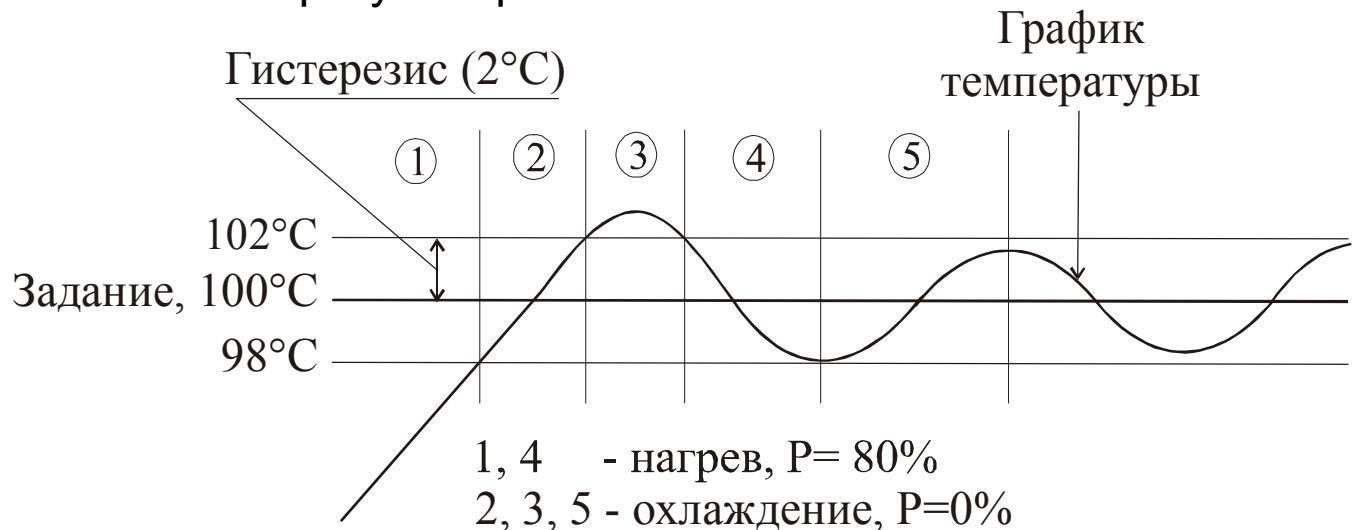

Рис. 4.2. Пример регулирования
4.4.1. Прибор использует 2-позиционный закон регулирования с опережающим регулированием и ШИМ-управлением мощностью. На рис. 4.2 показан пример регулирования в режиме управления нагревателем при заданном значении температуры 100°C , гистерезисе 2°C и ограничении мощности 80% . При включении регулятора (зона 1) начинается нагрев мощностью 80% от номинальной мощности нагрузки и продолжается до достижения температуры 98°C (температура задания минус гистерезис). Затем (зона 2) нагрев выключается, так как температура достигла зоны гистерезиса и продолжает расти. Температура растет еще некоторое время и может выйти за пределы зоны гистерезиса (зона 3). Когда температура перестанет расти и уменьшится до 102°C (температура задания плюс
4.4.2. Ограничение мощности (80% мощности в зонах 1, 4 на рис. 4.2) регулятор производит методом широтно-импульсной модуляции с периодом в 1 секунду, пропуская заданное число полупериодов сетевого напряжения. Для примера на рисунке 4.3. показана форма напряжения на нагрузке при значении мощности 3%. Из каждого 100 полупериодов сетевого напряжения в нагрузку будут выданы 3.